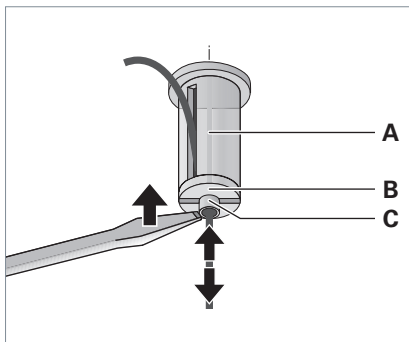

Fig. 4: Leuchte aufhängen.
- ▶ Schrauben Sie je einen Drahtseilhalter **B** in jeden Deckenbefestiger **A**, siehe Fig. 4.